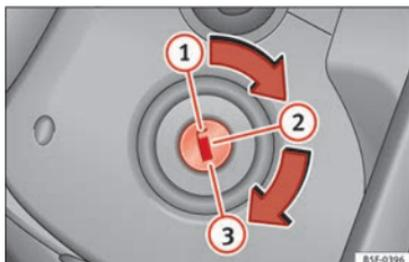

Fig. 141 Posizioni della chiave di accensione.
- Girare la chiave fino a raggiungere la posizione ① » fig. 141.
- Estrarre la chiave di accensione dalla posizione ① » fig. 141 » ⚠.